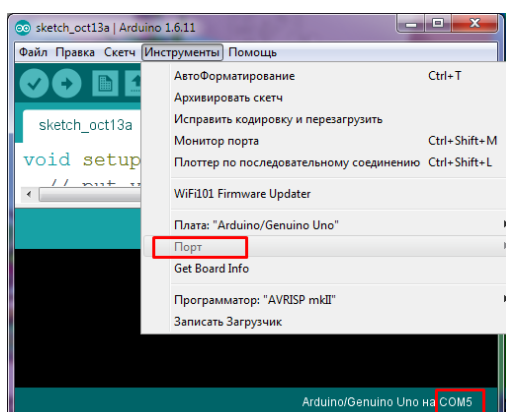

Рисунок 5
- 2 Вибрати потрібний порт, до якого підключена плата (рисунок 5).